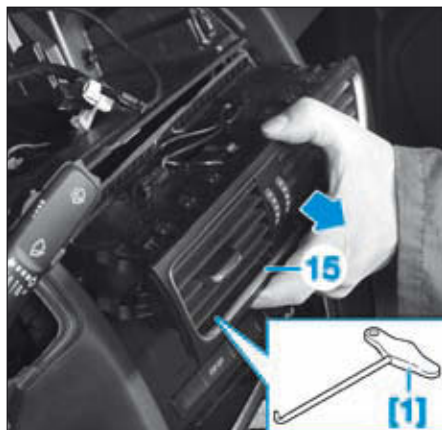

FIG. 22
- [1]. (x2) Crochets de dépose (réf Audi : 3438) (Fig.22).
• A l'aide de crochets [1], déposer les grilles d'aération centrales (15) après avoir débranché le connecteur de la commande selon équipement (Fig.22).